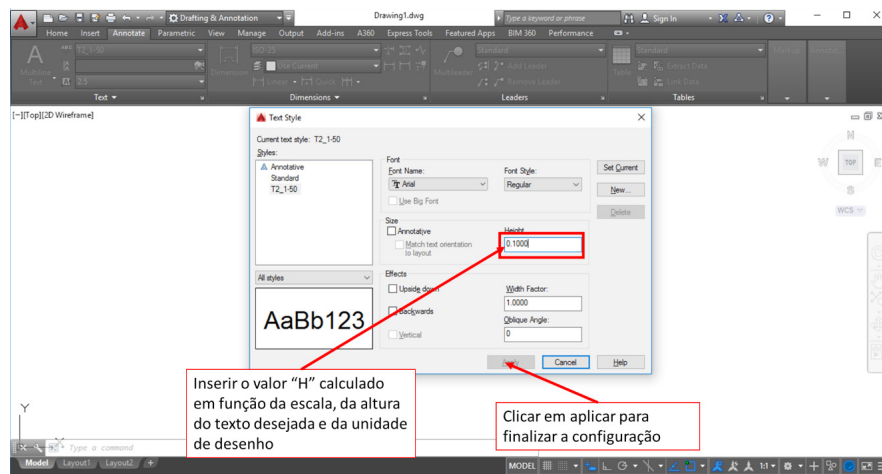

Figura 57 - Definindo a altura do texto e salvando as configurações do estilo de texto
Uma vez que tenha sido calculada a altura do texto (H), deve-se preencher o campo correspondente com o *Height* a clicar na opção *Apply* para salvar e finalizar as configurações de texto (Figura 57).